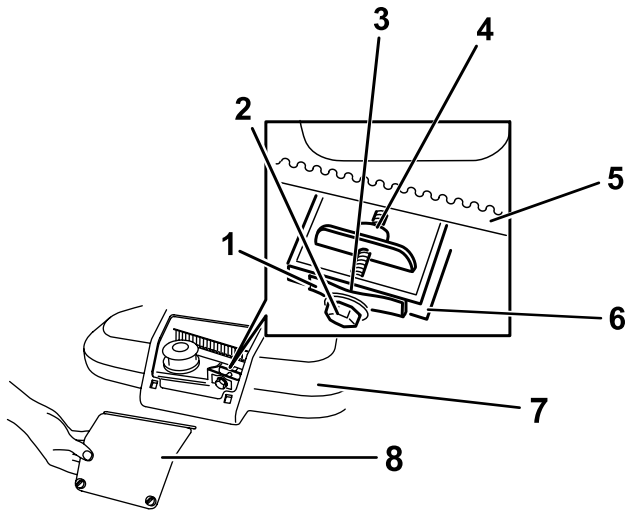

Figure 36
1. Desserrez les 2 fixations quart-de-tour sur le panneau d'accès au couvercle de courroie et déposez le panneau (Figure 36).
Remarque: S'il y a un espace visible entre la jauge et le ressort, serrez le boulon et l'écrou de réglage jusqu'à ce que le papier puisse juste passer dans l'espace (Figure 36).